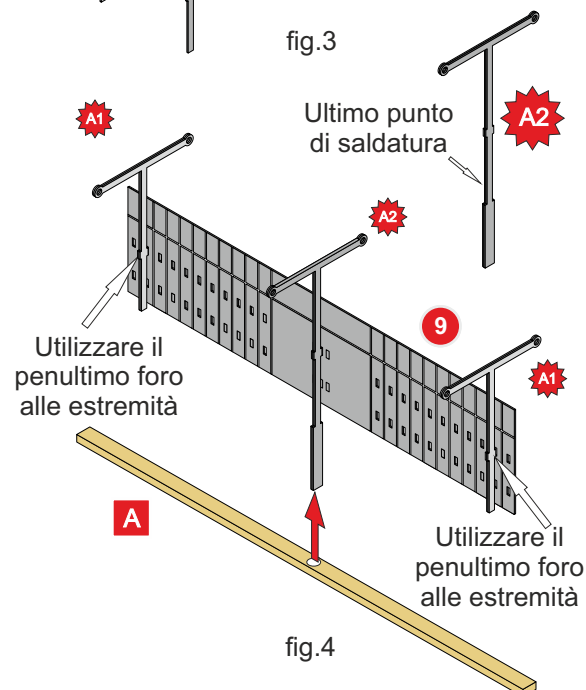

fig.4
2) Saldare i gruppi A1 al pezzo n°9 inserendo la tacca nelle asole come indicato nella fig 4. Saldare poi il gruppo A2 nel foro di riferimento centrale.